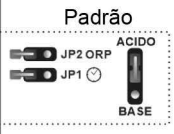

Fig. 11
- Sistema de AUTOLIMPEZA DOS ELÉCTRODOS: A frequência de inversão pode-se seleccionar através do jumper “JP1” situado na placa de controlo do sistema (Fig. 11). Esta configuração ficará efetiva quando o equipamento seja desconectado e conectado novamente.